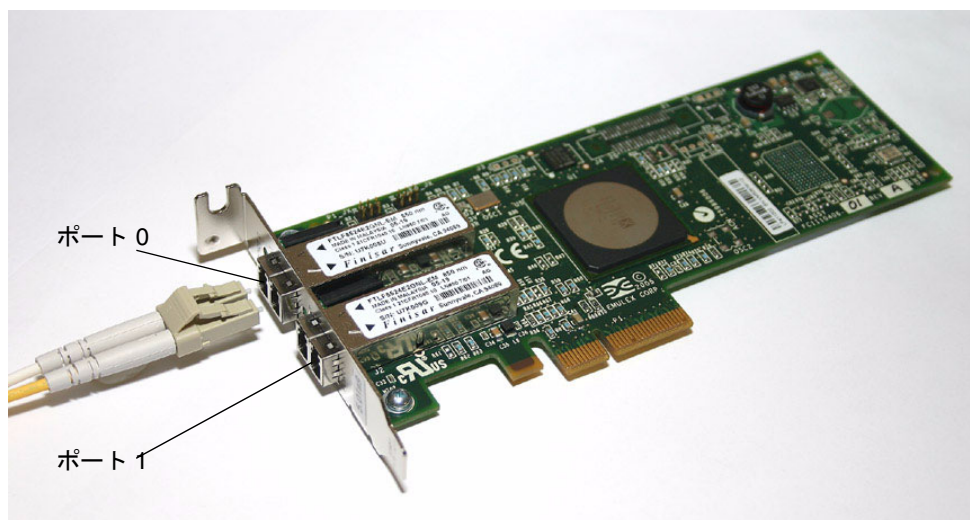

図 3 光ケーブルの接続
1. 光ファイバケーブルを HBA の LC コネクタに接続します (図 3 を参照)。